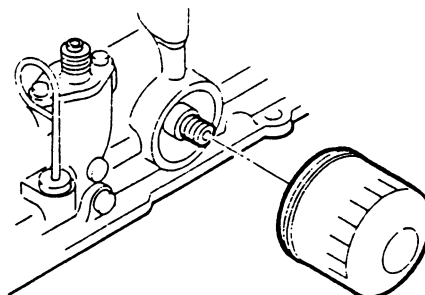

Fig. 7.1
### (2) Byte oljefilter (fig. 7.1.)